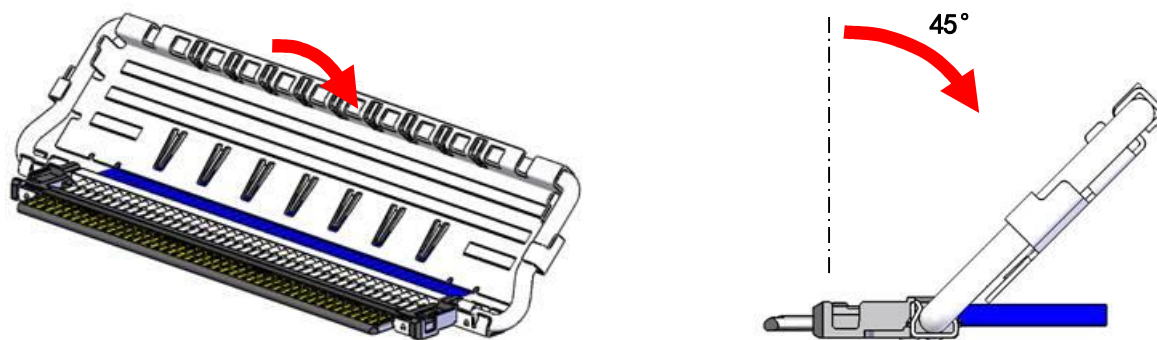

图 7 锁杆配件倾斜
②如图 7 所示，从 Housing assembly 的上侧组装 Shell-A。